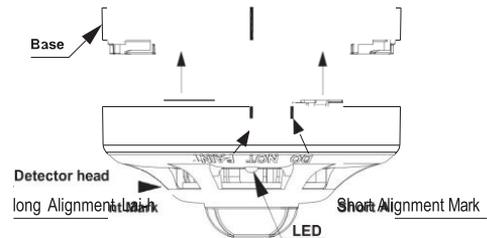

Рис.3 – иллюстрация установки извещателя
1. Совместите метку выравнивания на извещателе с короткой меткой на базе, как показано на Рис. 3